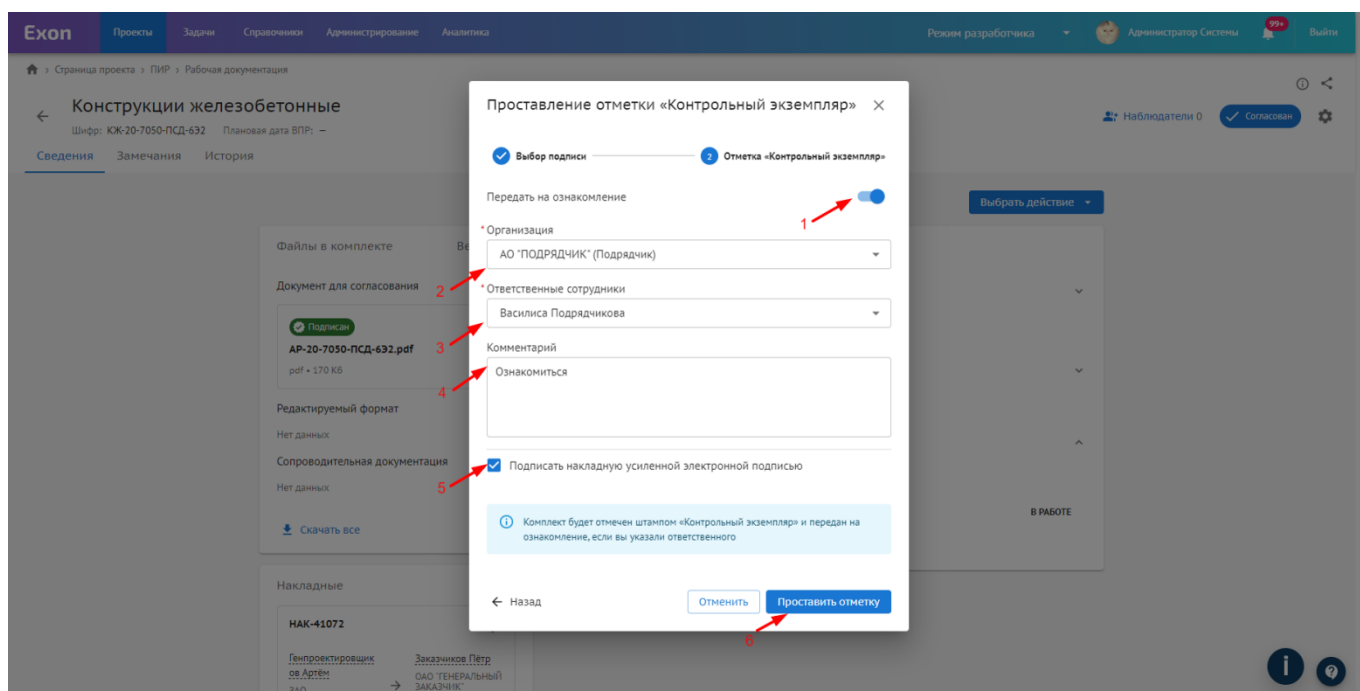

Рис. 113 - Шаг Контрольный экземпляр
В открывшемся окне выбираем шаг передать на ознакомление (1), указываем организацию (2) и ответственного сотрудника (3), комментарий (4) и при необходимости можем подписать накладную электронной подписью (5), после заполнения всех полей выбираем действие «Проставить отметку» (6) (рис. 113).